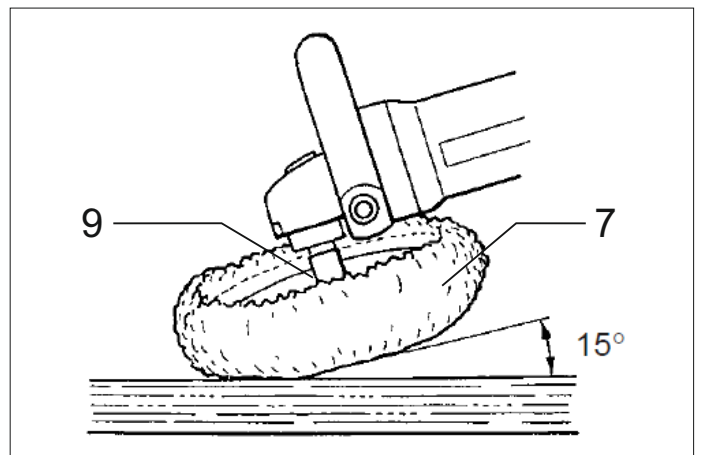

Fig. 8
3.1 Operación y ajuste (fig. 8)
Apriete el gatillo interruptor 12 y gire el dial de ajuste de la velocidad 14 hasta obtener la velocidad aproximada que necesite para su trabajo. Al pulir, mantenga la caperuza de lana 7 a un ángulo de unos 15° con respecto a la pieza de trabajo (Fig. 8).